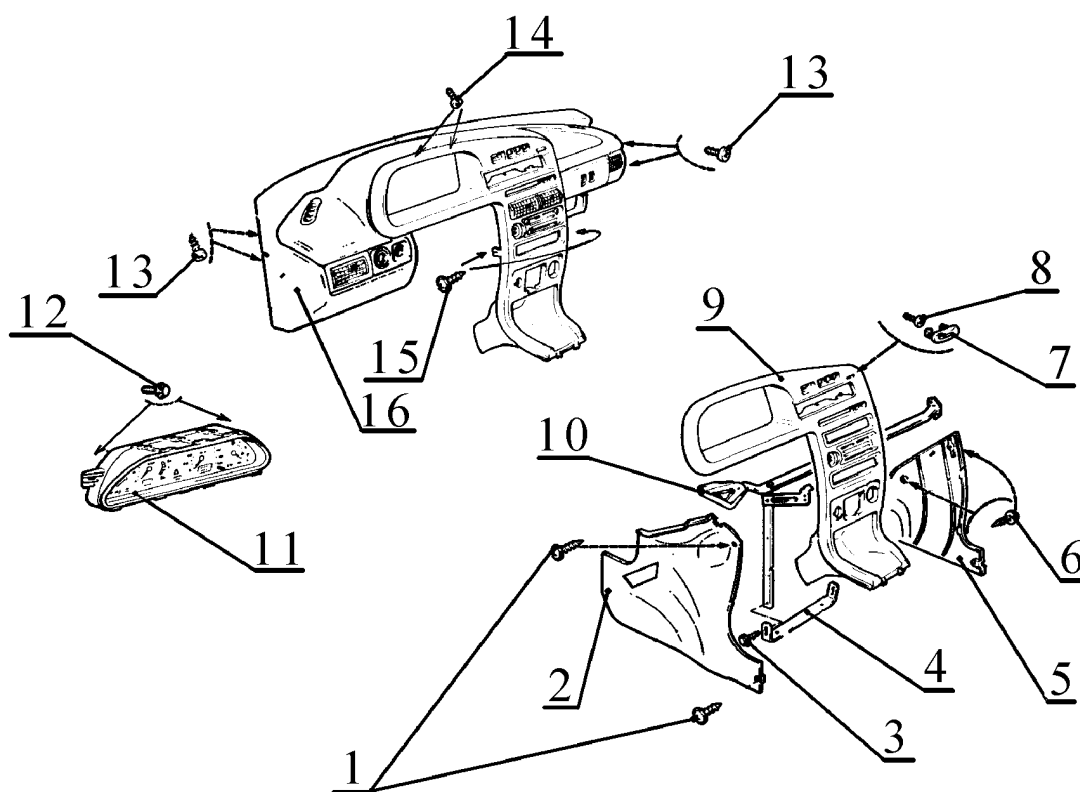

Рис.3. Панель 2114-5325010 приборов.
12.1 Отвернуть два винта 1, рис.3, снять экран 2 консоли левый (отвертка крестообразная).